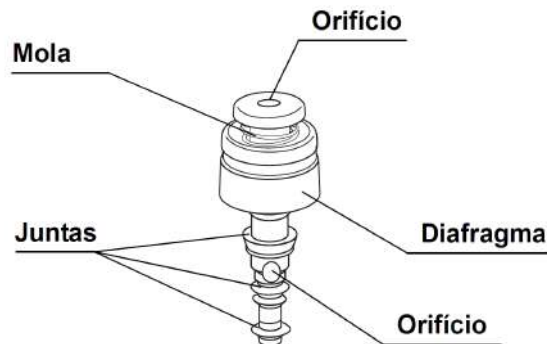

Figura 5. Válvula de ar e água
- Certifique-se de que o orifício superior na válvula de ar/água não esteja entupido (veja Figura 5). Se o orifício estiver entupido, o ar é alimentado continuamente, o que pode provocar dores, hemorragias e/ou perfurações no paciente.
- 1) Certifique-se de que os orifícios das válvulas não estejam bloqueados (veja Figura 5).
- 2) Certifique-se de que as válvulas não estejam deformadas ou rachadas (veja Figura 5 e 6).